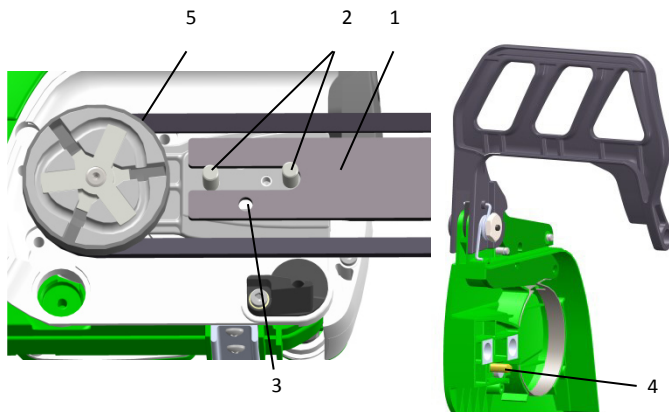
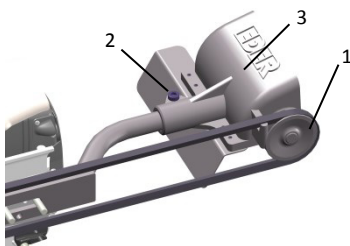

Abb. 3: Träger montieren und Keilriemen einhängen
Abb. 4: Befestigung des Schälkopfes am Träger
- > Setzen Sie den Träger (1 – Abb. 3) mit dem Schlitz zwischen die Gewindestifte (2 – Abb.3).
- > Die Bohrung (3 – Abb.3) im Träger muss in den Mitnehmer vom Kettenspanner gesetzt werden. Dieser ist abhängig vom Motorsägentyp Motorseitig oder im Deckel (4 – Abb.3) montiert.
- > Hängen Sie den Keilriemen zwischen Kupplungstrommel (5 – Abb.3) und Keilriemenscheibe (1 – Abb. 4) ein.
- > Achten Sie darauf, dass der Riemen bereits etwas vorgespannt ist. Andernfalls lösen Sie die Innensechskantschraube (2 – Abb.4) und schieben Sie den Schälkopf (3 – Abb. 4) soweit auf dem Träger nach vorne, bis der Riemen vorgespannt ist. Ziehen Sie die Innensechskantschraube wieder fest.
- > Spannen Sie den Keilriemen, indem Sie die Keilriemenspannschraube (2 – Abb.4) im Uhrzeigersinn drehen